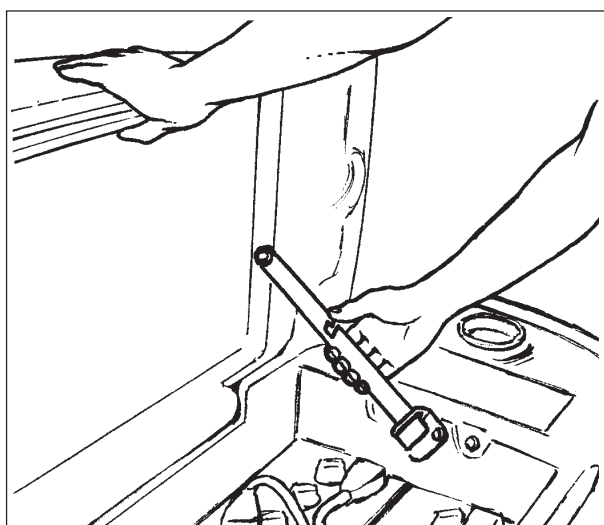

Figure 13A
3. Avant de procéder au chargement des batteries, le compartiment de la batterie a besoin d'être ventilé. Pour cela, basculez le réservoir de récupération jusqu'à ce qu'il se verrouille dans l'une des deux positions ouvertes. Voir figure 13A. Pour fermer le réservoir, tirez sur le bras de verrouillage et abaissez le réservoir lentement jusqu'en position fermée.